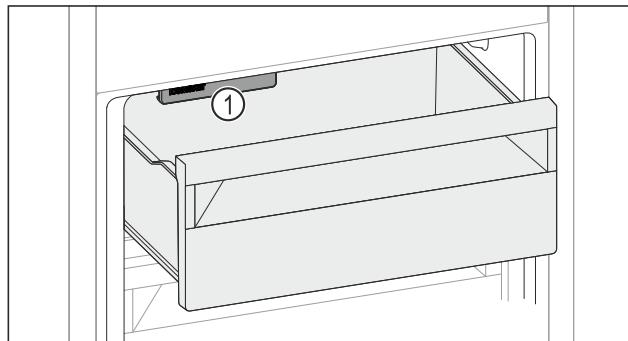

Fig. 158
- ▶ Prihládajte na IceMaker Fig. 158 (1).